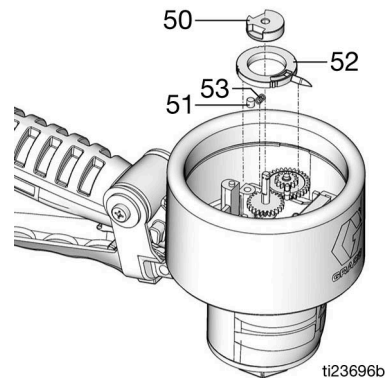

ABB. 16
4. Die Einsatz-Stellschraube mit einem Sechskantschlüssel entfernen. Einsatz (50), Stift (51), Feder (53) und Zeigerunterteil (52) abnehmen (ABB. 16).